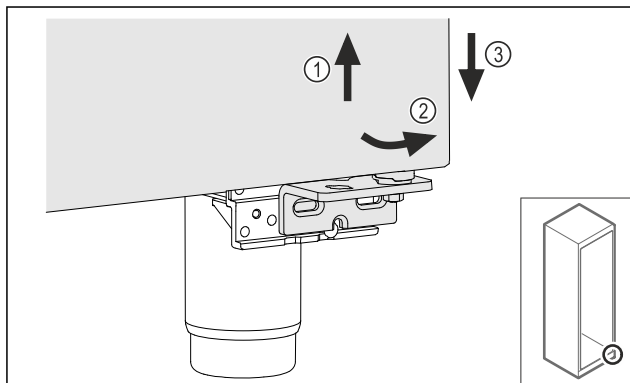

Fig. 24
- ▶ Nadvihnite zľahka dvere Fig. 24 (1), dole ich preklopte dopredu Fig. 24 (2) a spustite dolu Fig. 24 (3).